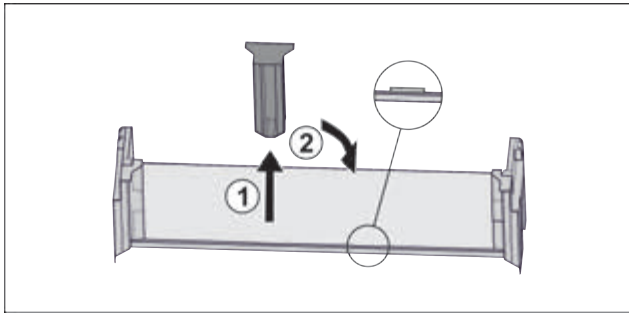

Fig. 29
- Витягнути середню деталь для підтримки Fig. 29 (1).
- Вставити середню деталь для підтримки на друге положення Fig. 29 (2).